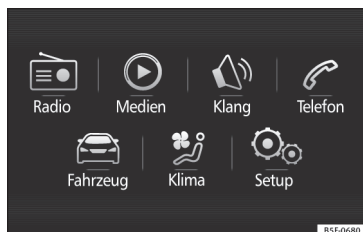

Abb. 34 Easy Connect: Hauptmenü.
- Drücken Sie die Taste **MENU** des Systems und und vorher den Knopf **CAR** » **Abb. 34**, oder die Taste **CAR** des Systems, um zum Menü **CAR** » **Abb. 35** zu gehen.